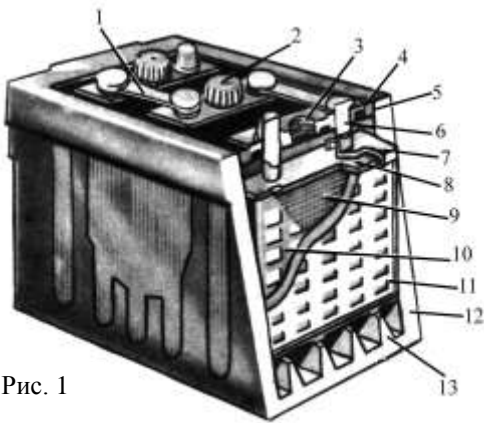

Рис. 1
1. Ознайомтеся з будовою акумуляторної батареї, користуючись рис. 1: 1 - свинцеві перемички, 2 - пробки контрольно-заливних отворів, 3 - контрольно-заливні отвори, 4 - кришки, 5 - ущільнення, 6 - полюсні штирі, 7 - баретки, 8 - запобіжні щитки, 9 - сепаратори, 10 - позитивні пластини, 11 - негативні пластини, 12 - моблок (бак), 13 - ребра.